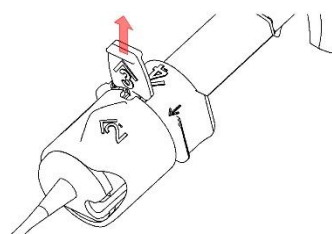

Fig. 2b
5. Rimuovere ed eliminare il blocco di sicurezza rosso indicato con il numero '3' (Fig. 2b).